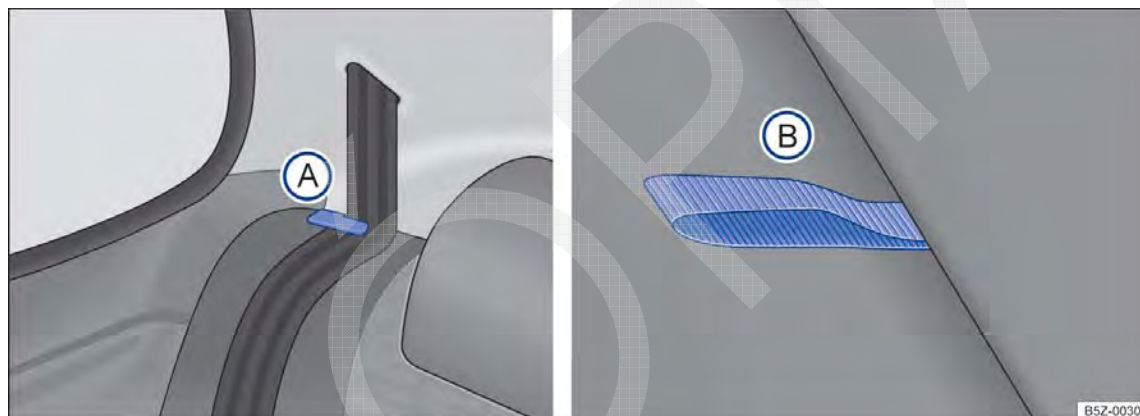

Fig. 77 Banco traseiro: posicionador para os cadarços dos cintos (A); alça para desbloqueio do encosto (B).
- Posicionar os cadarços dos cintos de segurança nos seus respectivos posicionadores → Fig. 77 (A).
- Puxar a alça vermelha → Fig. 77 (B) para destravar a fixação do encosto do banco e, ao mesmo tempo, puxar o encosto sobre o assento, até travá-lo.
- Retirar os cadarços do cinto de segurança dos posicionadores → Fig. 77 (A). Para veículos com cintos de três pontos fixos, recolocar as linguetas nos respectivos fechos.